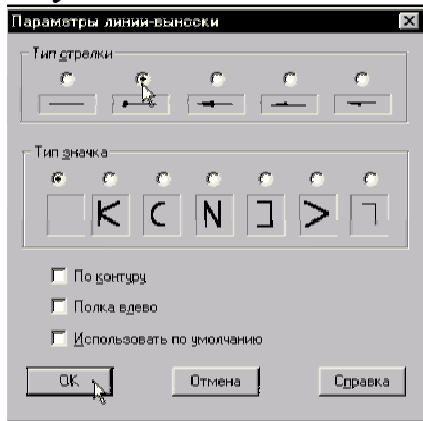

Рис. 1.19.
26. Клацанням на кнопці **Параметри**  на Панелі спеціального керування визвіть діалогове вікно **Параметри лінії виноски** (рис. 1.19).